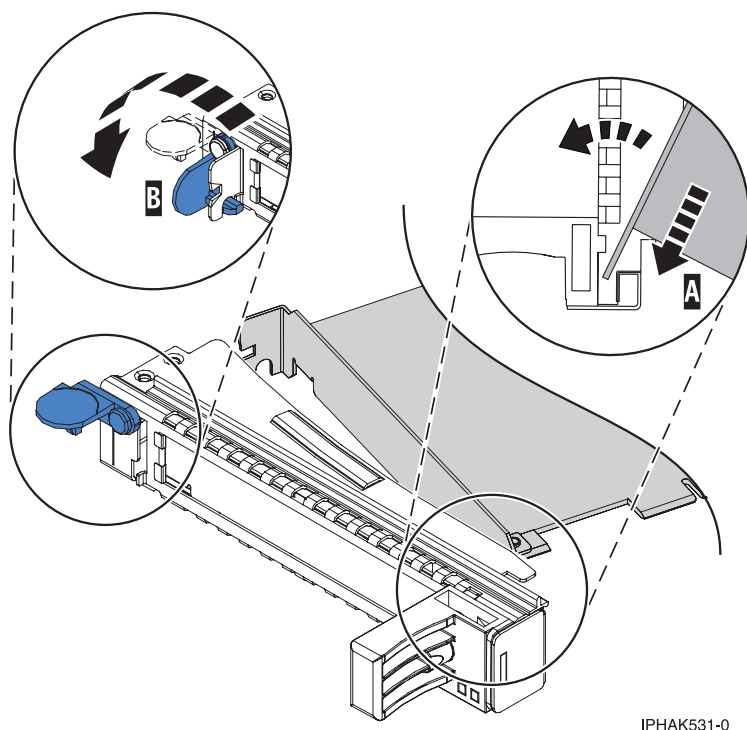

Figura 108. Adaptador removido da cassete de largura simples para adaptadores PCI
- a. Com o grampo de contraponto na posição de aberto, insira o adaptador firmemente no canal de fixação do contraponto (A). Consulte a Figura 108 na página 149.
- c. Feche o grampo do contraponto (**B**). Consulte a Figura 108.